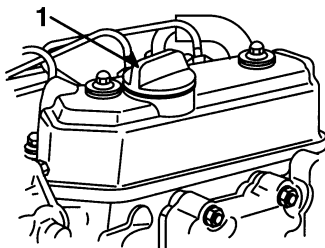

Abbildung 29
6. Die Öleinfüllkappe (Abb. 29) abnehmen und den Motor mit einem hochwertigen Motoröl der Klasse CD auffüllen (siehe Viskositäts-Diagramm).